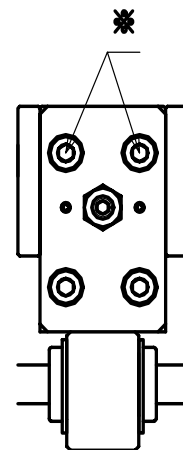

図5
- 2) №100：ボルトの2本（図5の※印にて示唆している）を少しだけ緩めて下さい。